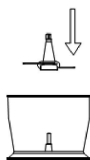

Рис. 1
4. Накрийте чашу подрібнювача кришкою, і щоб зафіксувати її положення, поверніть за годинниковою стрілкою (Рис. 1). Щоб зняти кришку, поверніть проти годинникової стрілки.